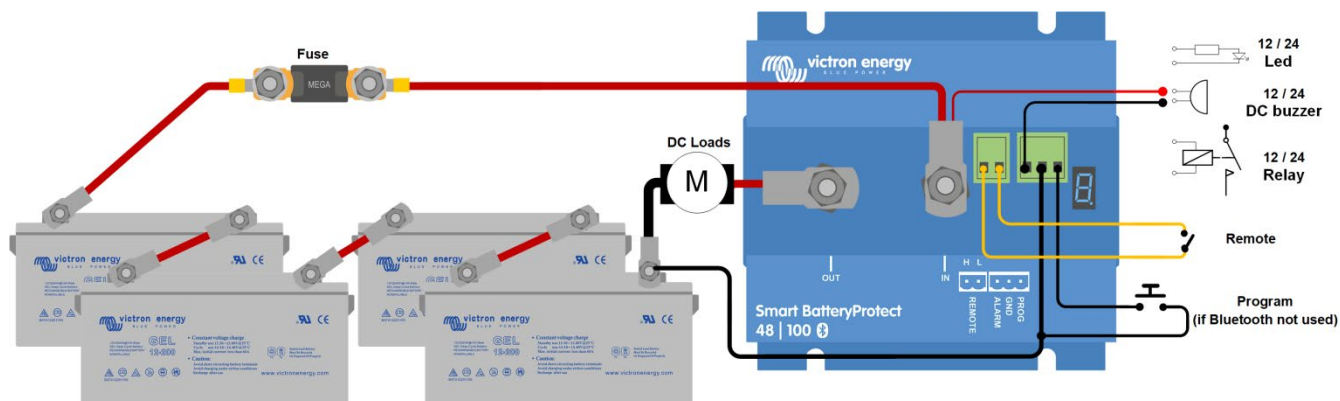

Figura 1 Esquema de ligações do SBP 48|100
8. Se puede conectar un interruptor On/Off remoto entre «Remote H» y «Remote L» (ver figura 1). Alternativamente, el terminal H se puede cambiar al polo positivo de la batería, o el terminal L se puede cambiar al polo negativo de la batería.